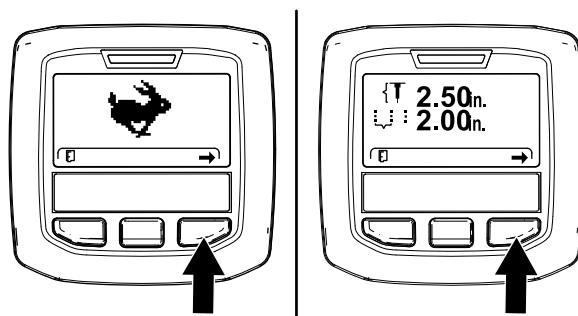
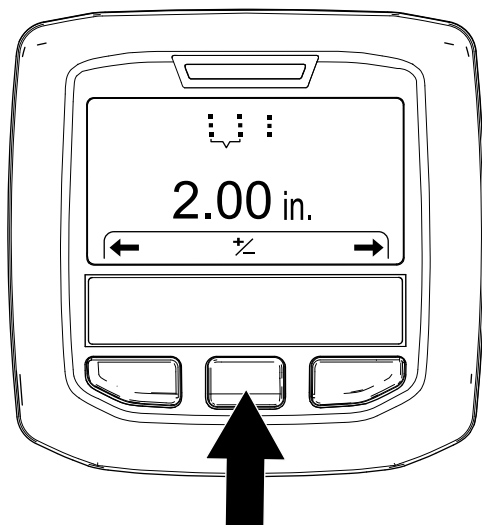

図 54
図 55
3. インフォセンターの右ボタンを押して「穴開け間隔設定」Setting the Hole Spacing画面を出す 図 54 と図 55。